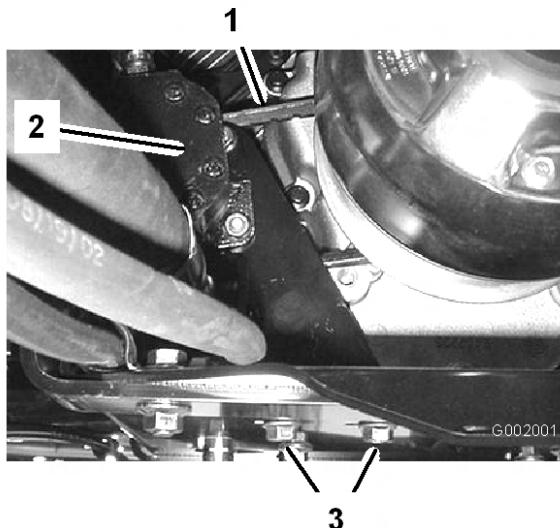

図 63
2. ステアリング・ポンプの取り付けボルトをゆるめる(図 63)。